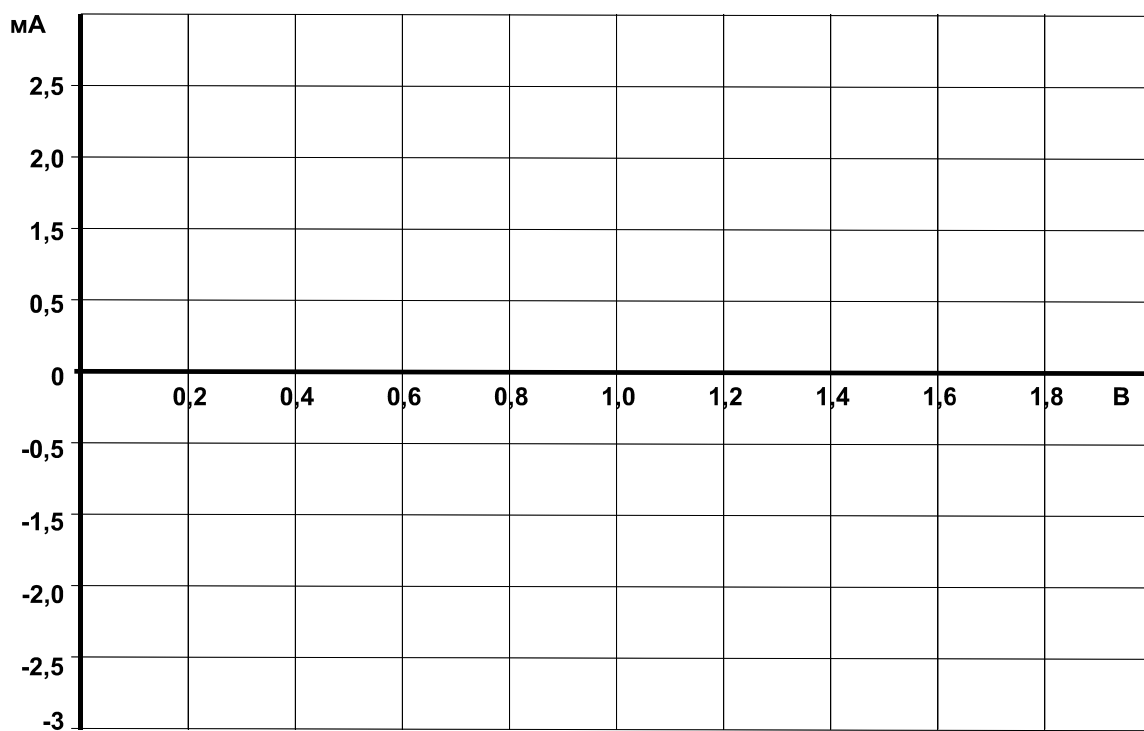

Рис. 6.2.3
- На рис. 6.2.3 постройте графики  $I_y(U_{ук})$  при увеличении и уменьшении напряжения. На графике отметьте напряжения  $U_{отп}$  и ток  $I_{отп}$ .